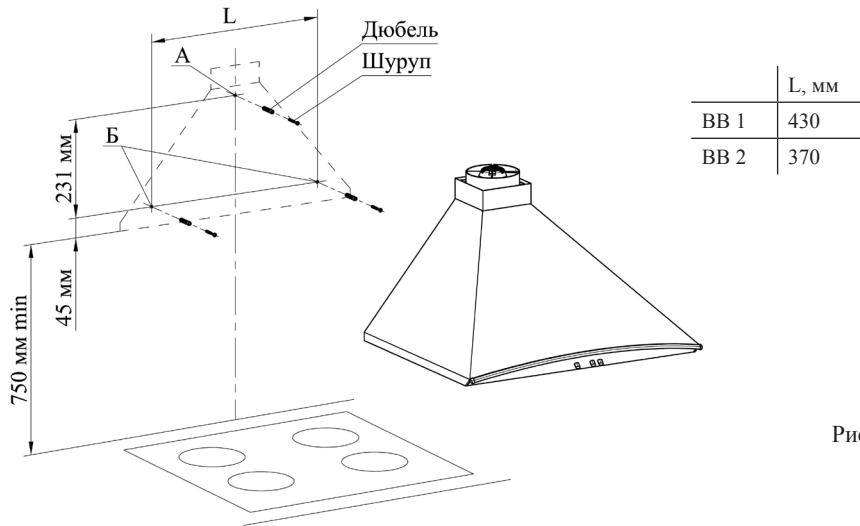

Рис. 2
**ВНИМАНИЕ!** МИНИМАЛЬНОЕ РАССТОЯНИЕ МЕЖДУ ПЛОСКОСТЬЮ УСТАНОВКИ ПОСУДЫ НА ПЛИТУ (НАГРЕВАТЕЛЬНОЙ ПОВЕРХНОСТЬЮ) И ВОЗДУХООЧИСТИТЕЛЕМ ДОЛЖНО БЫТЬ 75 см. ВОЗДУХООЧИСТИТЕЛЬ КРЕПИТЬ НА РОВНУЮ ПОВЕРХНОСТЬ (рис. 2).
- 6.3 С учетом установочной высоты и центральной линии разметьте на стене отверстия (A и Б) (рис. 2).
- 6.4 Просверлите отверстия (A и Б) диаметром 8 мм на глубину 50 мм (рис. 2).
- 6.5 В отверстия вставьте дюбели согласно рис. 2 и по отверстию А заверните не до упора шуруп, на который навесьте воздухоочиститель со снятой крышкой.